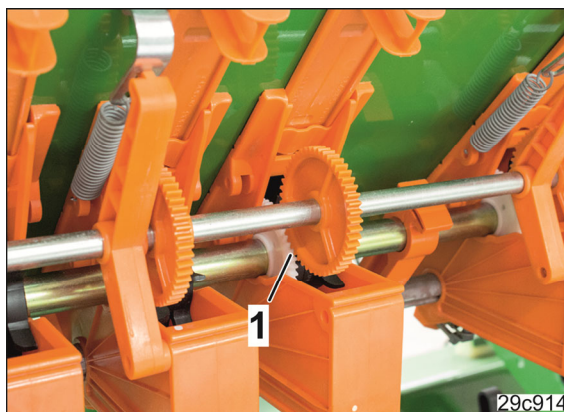

Fig. 254
- 10.1 Darauf achten, dass die Zähne (Fig. 254/1) der Zahnräder ineinander greifen.